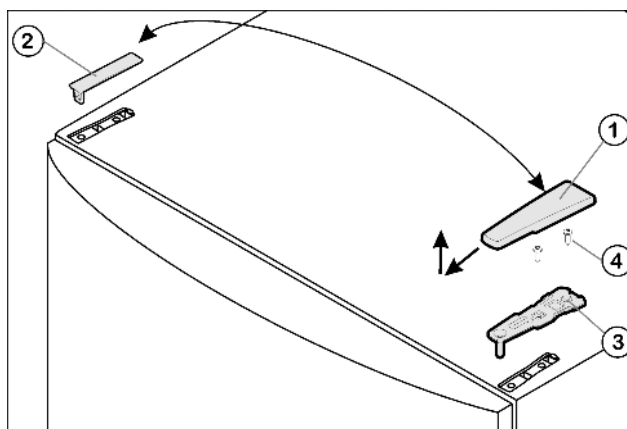

Fig. 4
- ▶ Потяните крышку Fig. 4 (1) вперед и вверх.
- ▶ Снимите крышку Fig. 4 (2).
- ▶ Открутите верхний опорный кронштейн *Fig. 4 (3)*(2 шт. Torx® 25) *Fig. 4 (4)* и вытяните вверх.
- ▶ Установите верхний опорный кронштейн Fig. 4 (3) на новой стороне шарнира и защелкните в дверце.
- ▶ Привинтите верхний опорный кронштейн (**с моментом 4 Нм**)(2 шт. Torx® 25) Fig. 4 (4). При необходимости проделайте отверстия или используйте аккумуляторную отвертку.
- ▶ Наденьте и защелкните крышку Fig. 4 (1) и крышку Fig. 4 (2) на противоположной стороне снаружи.